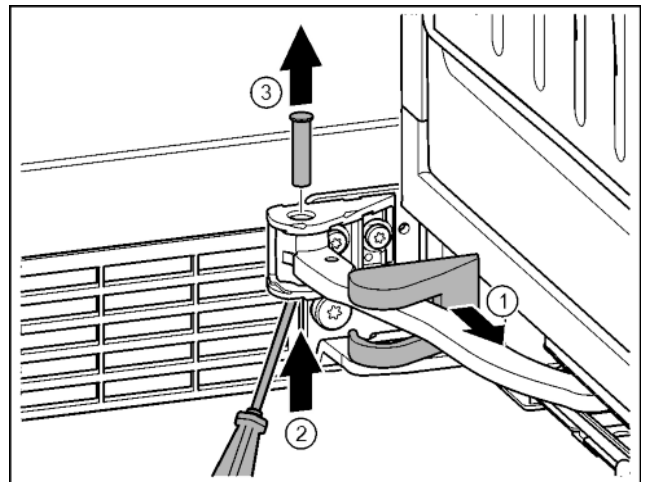

Fig. 17
- ▶ Lagerbockabdeckung abziehen und entlang des Gelenks verschieben. Fig. 17 (1)
- ▶ Bolzen mit Finger oder Schraubendreher von unten anheben. Fig. 17 (2)
- ▶ Mit Schraubendreher unter den Bolzenkopf fahren und herausziehen. Fig. 17 (3)